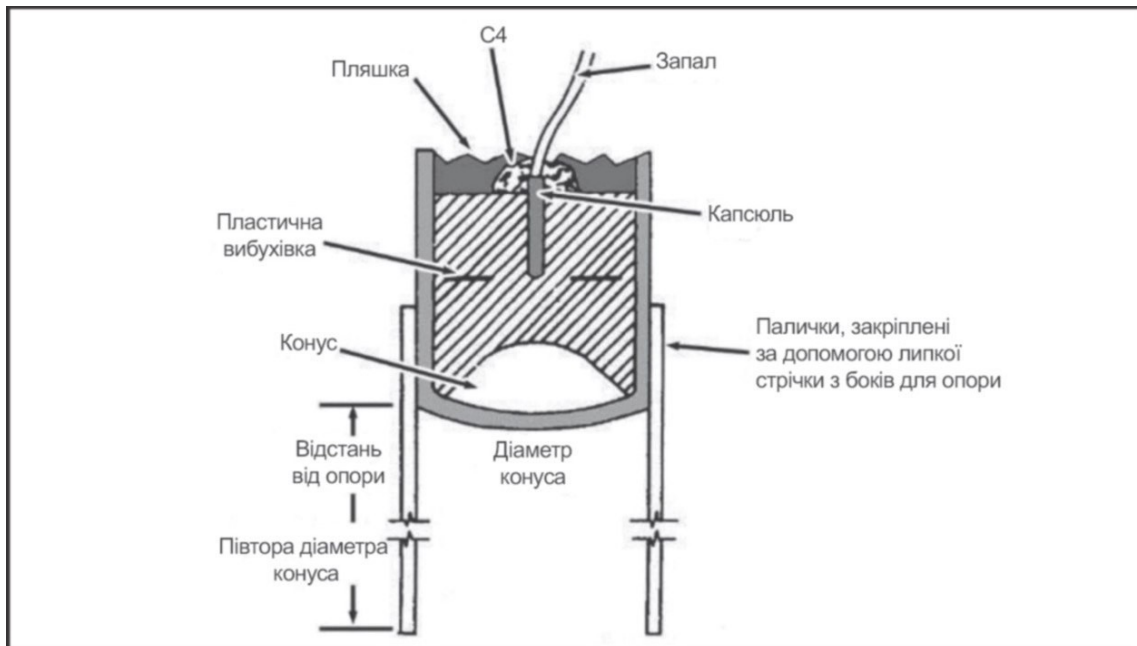

Рисунок. 5-2. Зосереджений кумулятивний заряд
- 5-14. **Зосереджений кумулятивний заряд** (див. рис. 5-2) концентрує вивільнену енергію вибуху в малій області, утворюючи трубчастий або лінійний розрив в цілі. Універсальність і простота цих зарядів робить їх ефективними проти цілей, особливо бетонних або з броньованим покриттям.